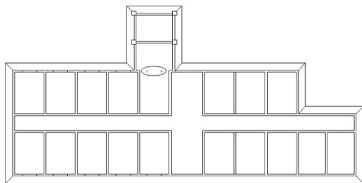

图 2.75 删除短线
③ 在创建关联阵列 [是(Y)/否(N)] <是>: 提示下, 输入“N”后按 Enter 键。这样被阵列出的图形之间是独立的。
④ 在选择夹点以编辑阵列或 [关联(AS)/基点(B)/计数(COU)/间距(S)/列数(COL)/行数(R)/层数(L)/退出(X)] <退出>: 提示下, 输入“R”。
⑤ 在输入行数或 [表达式(E)] <3>: 提示下, 输入“2”。
⑥ 在指定行数之间的距离或 [总计(T)/表达式(E)] <3.0000>: 提示下, 输入“-12900”。
⑦ 在指定行数之间的标高增量或 [表达式(E)] <0.0000>: 提示下, 按 Enter 键。
⑧ 在选择夹点以编辑阵列或 [关联(AS)/基点(B)/计数(COU)/间距(S)/列数(COL)/行数(R)/层数(L)/退出(X)] <退出>: 提示下, 输入“COL”。
⑨ 在输入列数或 [表达式(E)] <4>: 提示下, 输入“5”。
⑩ 在指定列数之间的距离或 [总计(T)/表达式(E)] <2700.0000>: 提示下, 输入“3900”。
⑪ 在选择夹点以编辑阵列或 [关联(AS)/基点(B)/计数(COU)/间距(S)/列数(COL)/行数(R)/层数(L)/退出(X)] <退出>: 提示下, 按 Enter 键结束命令。
(2) 将图 2.75 中圆圈所圈定的两个短线删除。